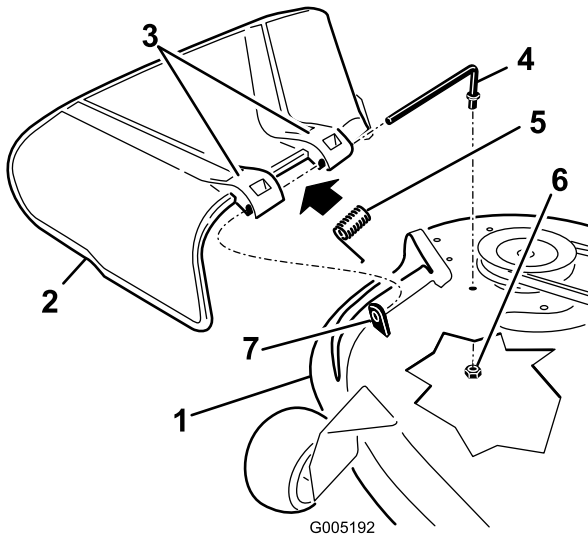

Figure 70
1. Retirez l'écrou (3/8 pouce) de la tige, sous le plateau de coupe (Figure 70).
- Sortez la tige de la courte cheville de positionnement, du ressort et du déflecteur d'herbe (Figure 70).
- Remettez en place le déflecteur d'herbe (Figure 70).
- Insérez la tige dans le deuxième support du déflecteur d'herbe (Figure 70).
- Fixez l'extrémité arrière de la tige dans le plateau de coupe à l'aide d'un écrou (3/8 po), comme montré à la Figure 70.